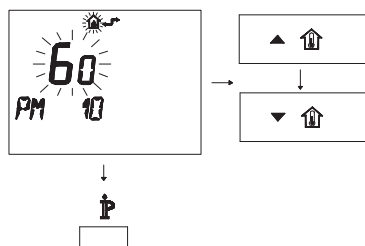

Figura 5.67
- Per modificare il SET programmato agire sui pulsanti  o  e aspettare che il numero programmato cominci a lampeggiare (Figura 5.67).